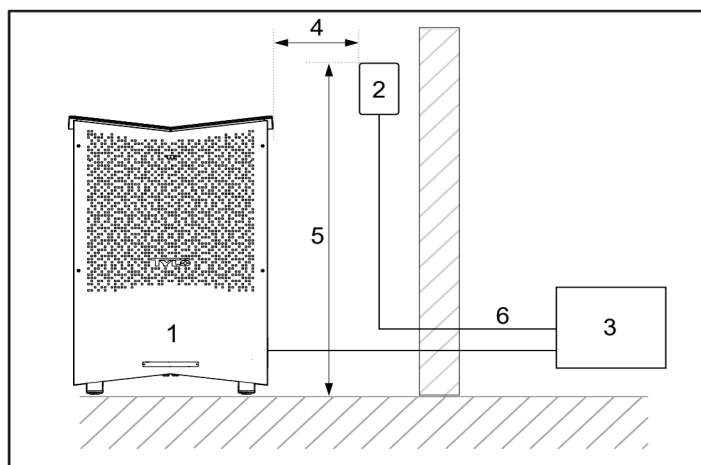
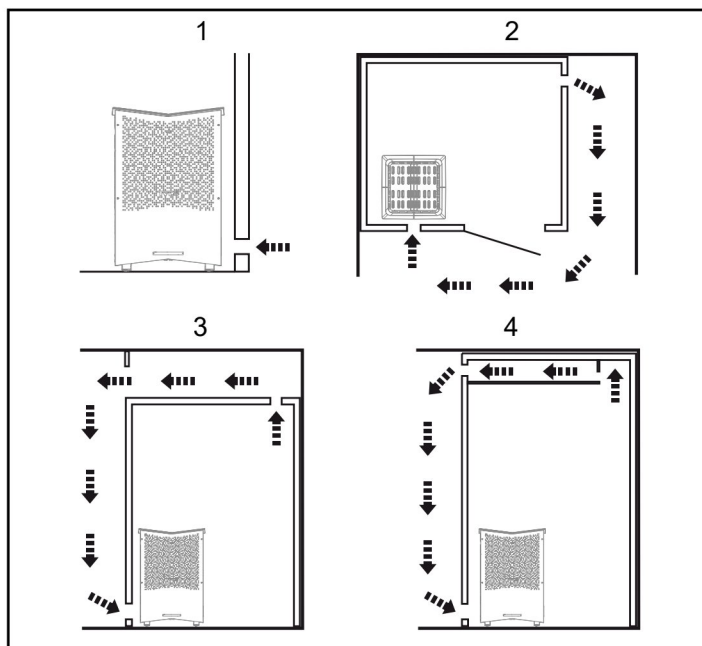

Figura 5: Distanza di sicurezza / altezza di installazione, pannello di controllo
Figura 6: Posizionamento delle prese d'aria e delle bocchette di scarico
- La ventilazione della sauna deve essere conforme alle istruzioni contenute nel presente manuale (vedere la sezione “Posizionamento della presa d'aria”, Figura 6, e la sezione “Posizionamento dello scarico dell'aria”, Figura 6).
- Pianificare il posizionamento del pannello di controllo (vedere le istruzioni allegate al pannello di controllo per i posizionamenti consentiti). Vedere anche la sezione "Pannello di controllo", Figura 5.
- Posizionare la presa d'aria (vedere la sezione "Posizionamento della presa d'aria", Figura 6).
- Posizionare la presa di scarico dell'aria (vedere la sezione "Posizionamento della presa di scarico dell'aria", Figura 6).
Il pannello di controllo può essere collocato all'interno di una cabina sauna Tylö o di una cabina sauna autocostruita dotata di una ventilazione adeguata che funzioni secondo le raccomandazioni di Tylö (principio della ventilazione naturale). Leggere le sezioni "Posizionamento della presa d'aria" e "Posizionamento della bocchetta di scarico" nelle presenti istruzioni, figura 6. Il pannello di controllo deve essere sempre collocato all'esterno della cabina della sauna se questi requisiti non sono soddisfatti. Se si installa il pannello di controllo all'interno della cabina della sauna, è necessario posizionarlo rispettando le distanze di sicurezza e l'altezza di installazione, vedere la Figura 5.
- alla massima distanza possibile dalla presa d'aria, ad esempio in diagonale (vedi Figura 6).
- in alto sulla parete o sul soffitto (vedi Figura 6).